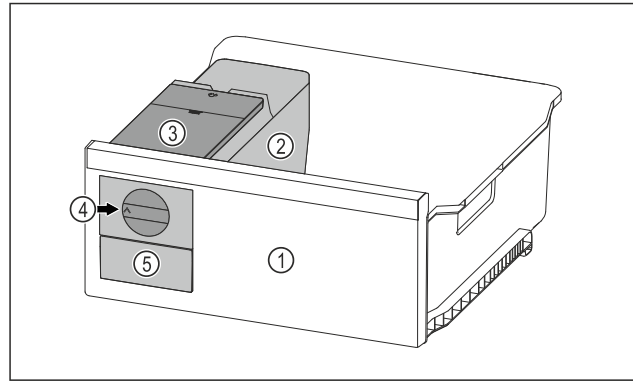

Fig. 99 Beispielhafte Darstellung
- ▶ Drehknopf Fig. 99 (4) im Uhrzeigersinn bis zum Anschlag drehen.
- ▷ Eiswürfel fallen aus der Eiswürfelschale in das Eiswürfelschubfach Fig. 99 (5).